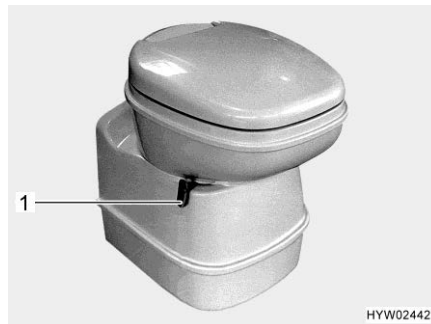
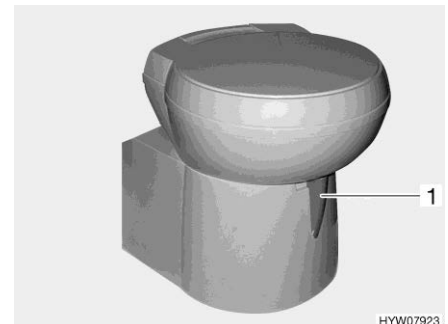

Bild 272 Thetford-toalettskål, svängbar
Bild 273 Thetford-toalettskål, svängbar (alternativ)
- Öppna spjället på Thetford-toaletten före spolning. Skjut för detta spjällspaken (Bild 272,1 resp. Bild 273,1) moturs.